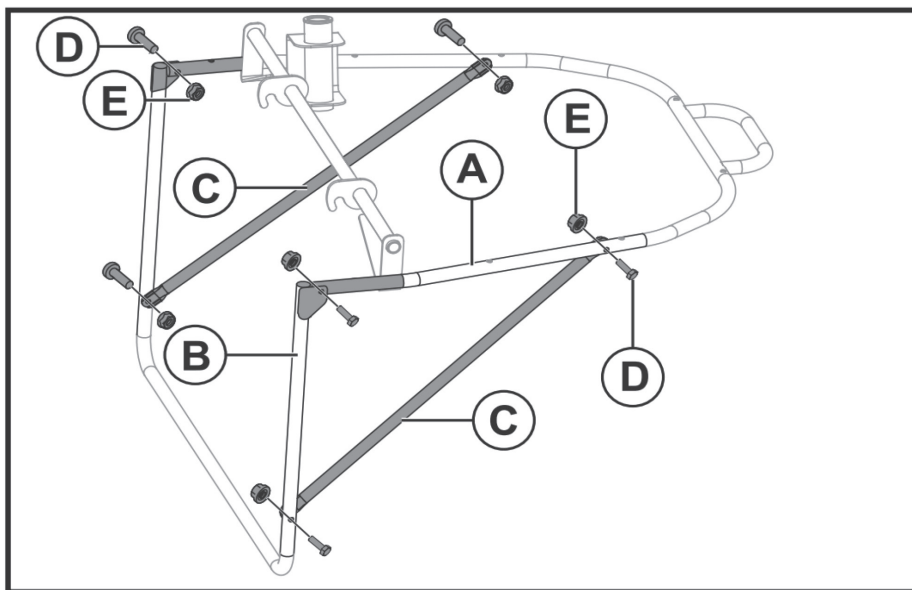

Рис. 15.
- С помощью болтов (D) и гаек (C), присоедините верхнюю часть каркаса (A) к нижней (B). Рис. 15.
- С помощью болтов (D) и гаек (C), установите боковые распорки (C) между нижней и верхней частями каркаса. **ВНИМАНИЕ!** Распорки (C) устанавливаются с внутренней части каркаса! В противном случае, установленные снаружи, они могут стать причиной разрыва мешка травосборника!